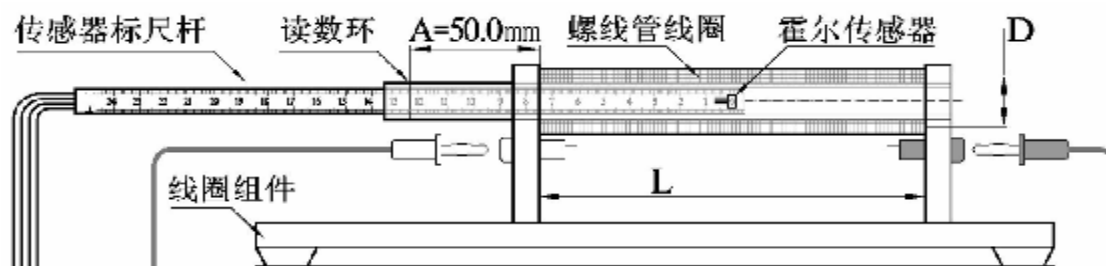

图 4-3 霍尔传感器在线圈轴线中点（ $x=75.0\text{mm}$ ）时标尺杆读数（125.0mm）示意图
6. 霍尔传感器标尺杆坐标 x' 如图 4-3 所示。标尺杆坐标与表 4-1 中位置坐标 x 相差 50.0mm。所以， $x=x'-50.0\text{mm}$ ，即表中读数 x 值为“标尺杆读数-50.0mm”；或 $x'=x+50.0\text{mm}$ ，即标尺杆读数为表中 $x+50.0\text{mm}$ 。例如：表中第一列 $x=-30.0\text{mm}$ ，就应该将标尺杆的 $x'=-30.0+50.0=20.0\text{mm}$ 对准读数环。图 4-3 中“标尺杆读数”=125.0mm，则 $x=125.0-50.0=75.0\text{mm}$ 为霍尔传感器在线圈轴线中点的位置（螺线管长度约 150mm）。